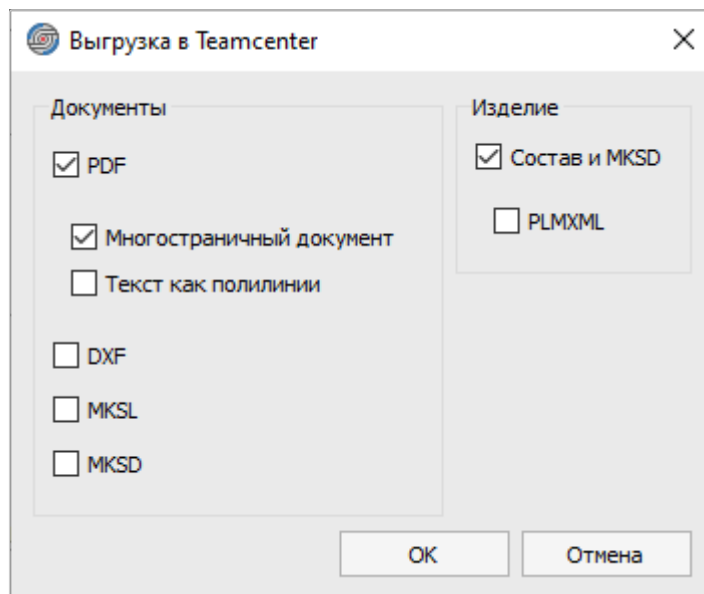

Рисунок 283. Диалоговое окно с настройками выгрузки данных в Teamcenter
- 2) В открывшемся диалоговом окне «Выгрузка в Teamcenter» (см. рисунок 283) необходимо выбрать форматы данных, в которые необходимо выгрузить в Teamcenter;